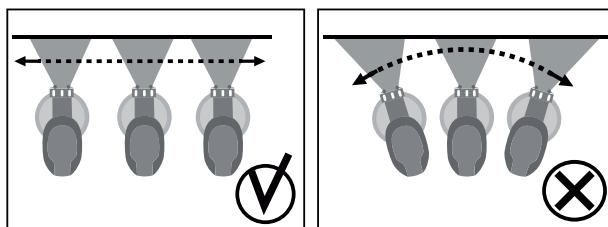

Рис. 5
1. Установите распылитель на расстоянии 25-30 см от окрашиваемой поверхности. Включите изделие, сначала нажав кнопку включения компрессора, затем курок выключателя (3).
**Примечание!** Расхода материала определяется регулятором (2). Равномерно ведите изделие вдоль окрашиваемой поверхности, держа распылитель перпендикулярно ей. В процессе работы не отклоняйте изделие от перпендикулярного положения (Рис. 5).